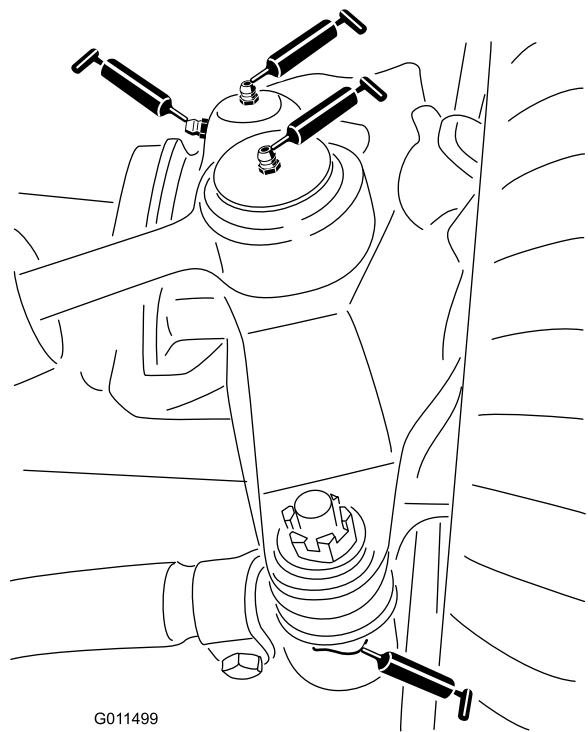

Figure 37
- Rotules de vérin de direction (2) (Figure 37)
- Rotules de biellettes (2) (Figure 37)
- Bagues de pivots de fusées (2) (Figure 37).